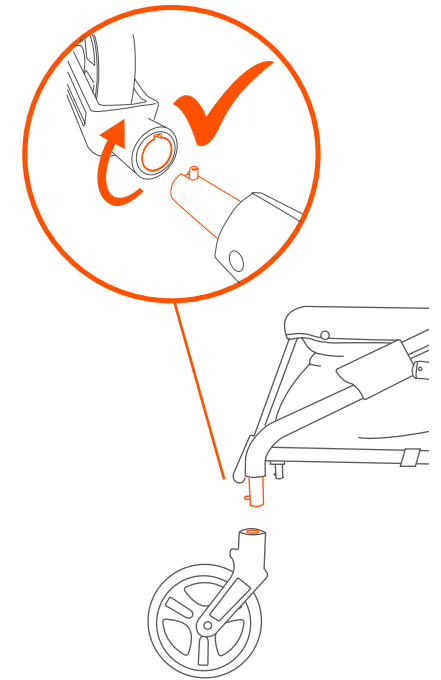

Fig. 2
- 2) • First rotate the wheel to point the pin hole upward. Push each front wheel assembly into the front wheel post until they lock into place (Fig. 2).
- Primero gire la rueda para apuntar el agujero de la arandela hacia arriba. Presione cada montaje de la rueda delantera contra el poste de la rueda delantera hasta que queden trabadas (Fig. 2).
- Commencer par faire tourner la roue afin de positionner le trou de la goupille pointé vers le haut. Pousser chaque assemblage de roue avant dans la tige de roue avant jusqu'à ce qu'il soit verrouillée en place (Fig. 2).